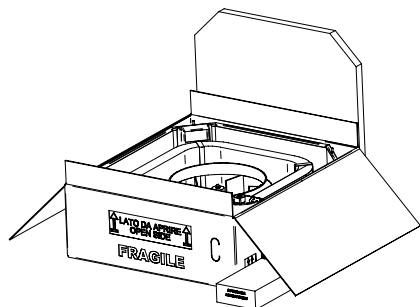

Fig.3 - ESTUCS900
Åbn æsken (Fig.3) i henhold til symbologien på æsken, fjern beskyttelsesanordninger og papæsen indeholdende det nødvendige tilbehør for tilslutning af enheden til de relevante anlæg (B). Tag den interne struktur af metal ud af æsken, og anbring den på installationsstedet. Undgå at vikke kassen til de hydrauliske koblinger og/eller plasticdelene ind i den.